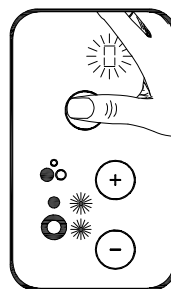

Figure 8
2. Actionner la touche sensitive de programmation jusqu'à ce que clignote sur l'écran de programmation le symbole ( 0 ) ainsi que les témoins indicateurs de marche du brûleur que l'on souhaite programmer. Voir Fig. 8
Pour programmer un autre brûleur, répéter les manipulations décrites antérieurement. Voir figures 8, 11 et 12.